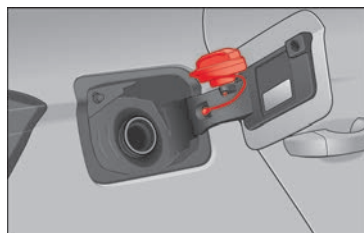

Fig. 64 Sportellino del serbatoio con all'interno il tappo.
- Collocarlo nello spazio della cerniera dello sportellino aperto » **fig. 64.**